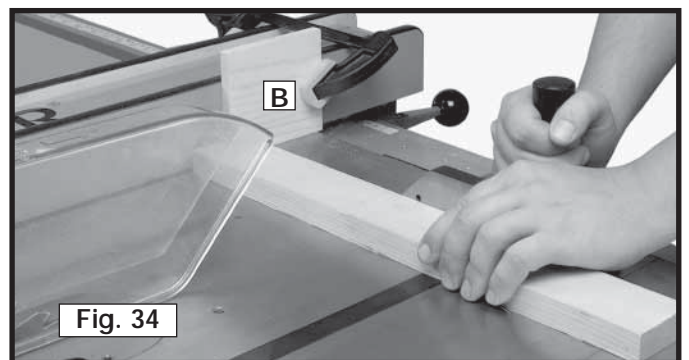

Fig. 34
⚠ PRECAUCIÓN Cuando utilice el bloque (B) Fig. 34 como calibrador de corte, coloque el extremo posterior del bloque de modo que la pieza de trabajo deje el bloque antes de entrar en contacto con la hoja.
Cuando corte transversalmente varias piezas a la misma longitud, fije un bloque de madera (B) a la guía y utilícelo como un calibrador de corte (Fig. 34). Coloque siempre este bloque de madera frente a la hoja de la sierra. Una vez que haya determinado la longitud de corte, asegure la guía y use el calibrador de inglete para hacer avanzar la pieza de trabajo hacia la hoja. Este bloque de madera permite que la pieza cortada se mueva sin trabarse, y así minimiza la posibilidad de que se produzcan retrocesos y lesiones.